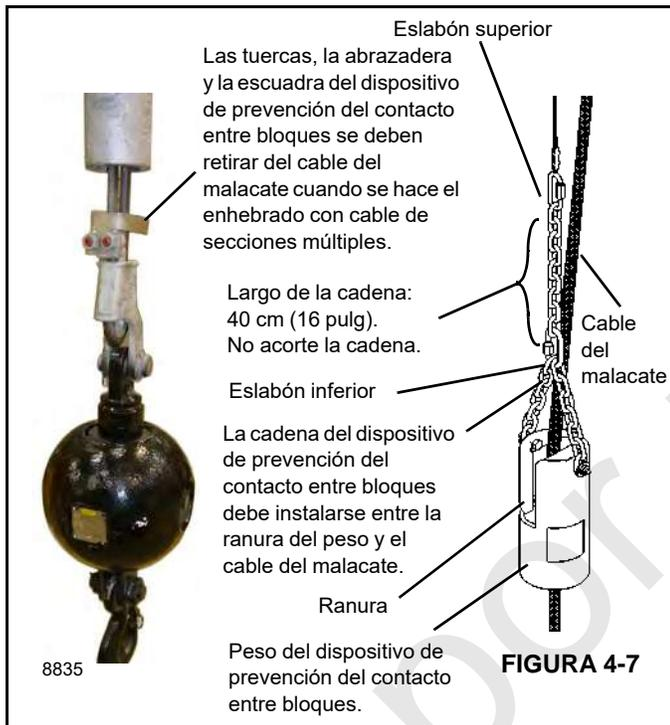

FIGURA 4-7
Mueva el conjunto de peso/cadena a la punta de la pluma, vea la Figura 4-7.
1. Si es necesario, desconecte el conector del alambre del ATB/RCL en la parte trasera del plumín. Vuelva a conectar el conector del interruptor del ATB/RCL en la punta de la pluma. Mueva el conjunto de peso/cadena a la punta de la pluma (Figura 4-7).
Para impedir que el cable del malacate se salga del peso ATB, instale el peso de la forma ilustrada en la Figura 4-7.
**NOTA:** Las tuercas, la abrazadera y la escuadra del dispositivo de prevención del contacto entre bloques se deben retirar del cable del malacate para enhebrar el cable a través de las poleas del aparejo de gancho y de la punta de la pluma cuando se hace el enhebrado en cables de secciones múltiples, como se ilustra en la Figura 4-7. Instale la abrazadera y las tuercas en el cable antes de realizar una elevación.
cable de sección sencilla a un cable de sección múltiple, retire la escuadra del ATB que se muestra en la Figura 4-7 del cable del malacate para permitir que el cable del malacate y el receptáculo de cuña puedan enhebrarse a través de las poleas en la punta de pluma y en el aparejo de gancho. Instale la abrazadera y las tuercas en el cable antes de realizar una elevación.